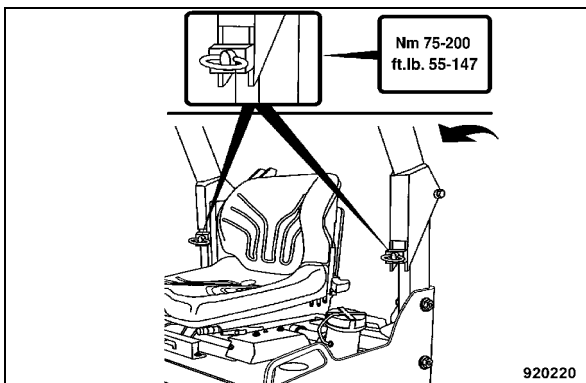

Fig. 118
- Rabattre le ROPS vers le haut (Fig. 118)